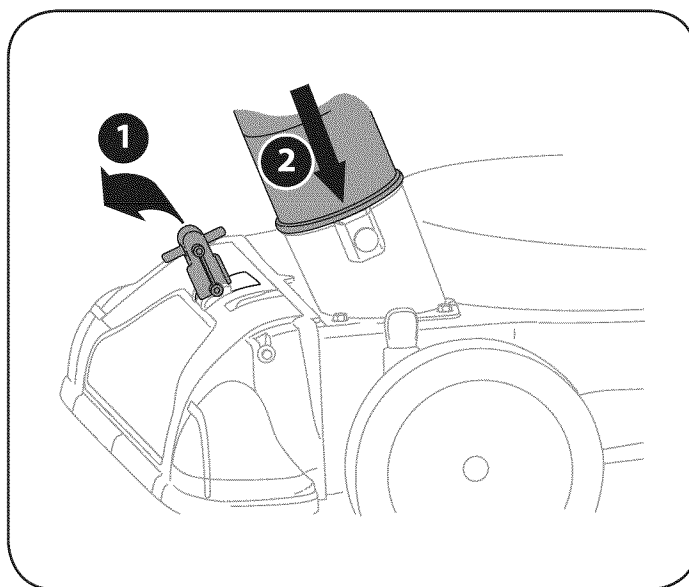

Figura 19
1. Coloque la manija del pico / manguera de la aspiradora en la posición de la base del pico para volver a dirigir la aspiración al montaje de la manguera. Vea la Figura 19.